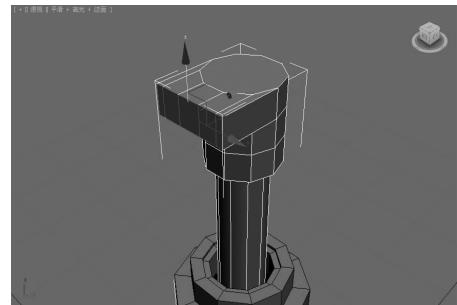

图5-100 视图对齐效果▲
(7)保持多边形为选中状态,激活前视图,单击“编辑几何体”卷展栏中的“视图对齐”按钮,得到如图5-100所示的效果。